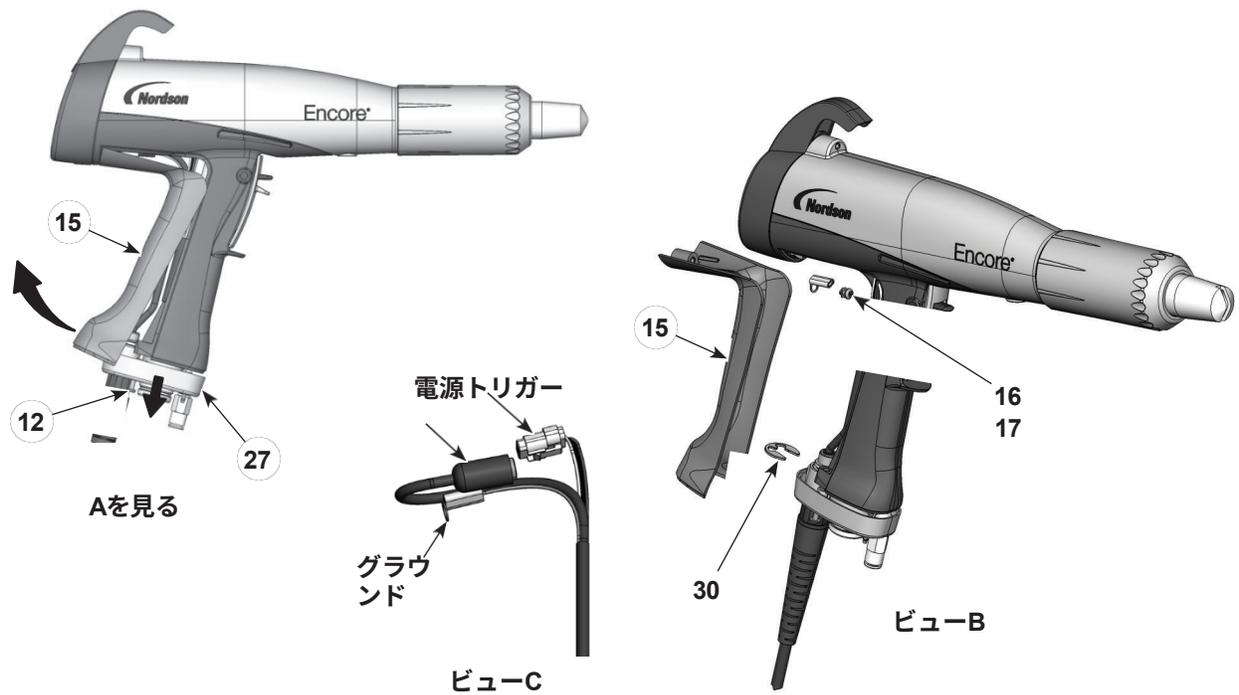

図 16 ケーブルの交換
1. 図16を参照してください。新しいケーブルをハンドルベース (27) に通し、Eリングを取り付けます。
(30) をケーブルに付けてします。
1. 図16を参照してください。ケーブルの取り外し手順1-5の説明に従って、グラウンド・パッドを取り外します。アース・ケーブルをアース・パッドから外す必要はありません。